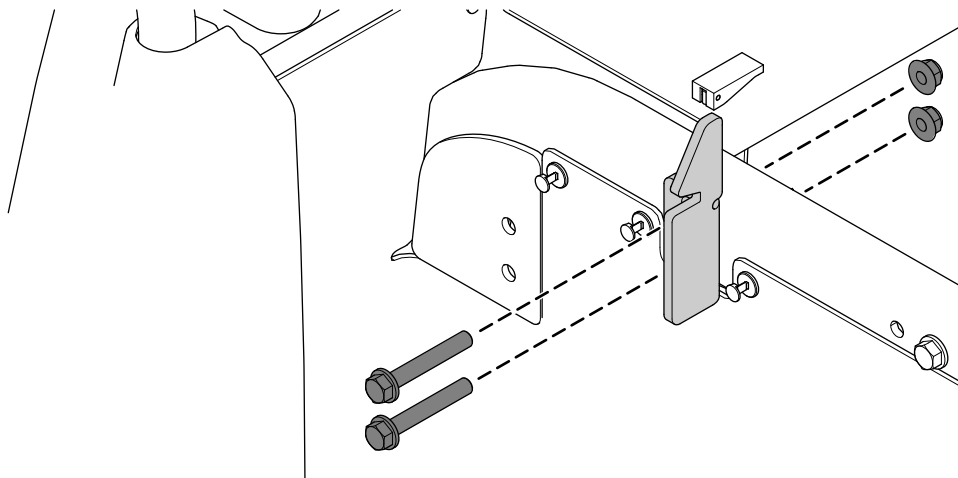

Figura 5
6. Retire os dois trincos, os quatro parafusos de cabeça sextavada ($\frac{3}{8}$ pol. x $2\frac{1}{2}$ pol.) e quatro porcas flangeadas ($\frac{3}{8}$ pol.) dos tubos da estrutura esquerdo e direito (Figura 5).